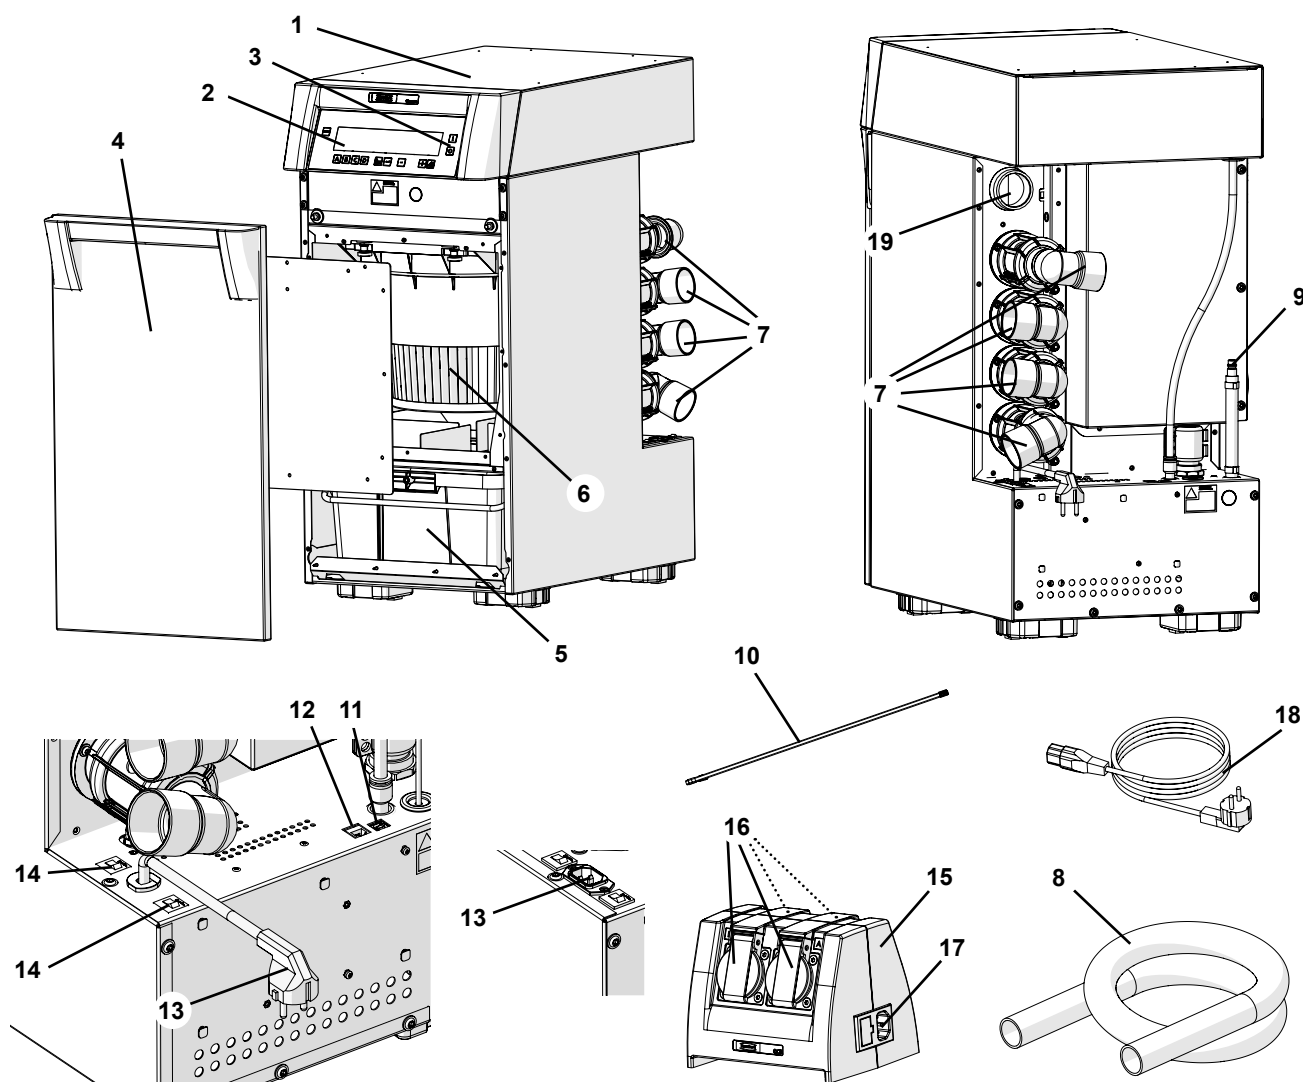

Fig. 1
- ▶ Le prese predisposte sul Quattro Control-Box (15, Fig. 1) sono previste solo per gli scopi descritti nel libretto di istruzioni. La connessione di altre utenze elettriche può causare danni materiali.
⇒ Collegare il tubo flessibile dell'aria di raffreddamento all'apposito raccordo (19, Fig. 1).
⇒ Spegnerne l'apparecchio tramite interruttore on/off (3, Fig. 1).
Sull'apparecchio, il tubo per l'aria compressa è montato fisso. (9, Fig. 1).